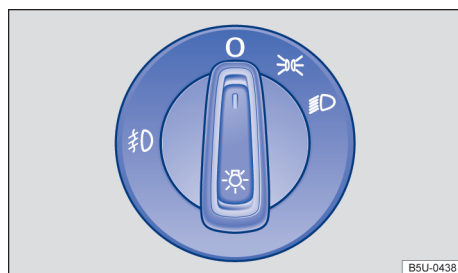

Fig. 62 No painel: interruptor das luzes.
- Ligar o farol de neblina : o interruptor rotativo das luzes → Fig. 62 deve estar na posição  ou . Puxar o interruptor até o primeiro engate.